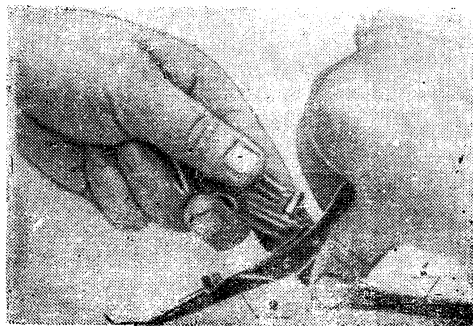

Рис. 7.
Для того, чтобы произвести разборку аппарата необходимо: снять с оси верхнюю (1) и упорную (3) бранши (см. Рис. 7).